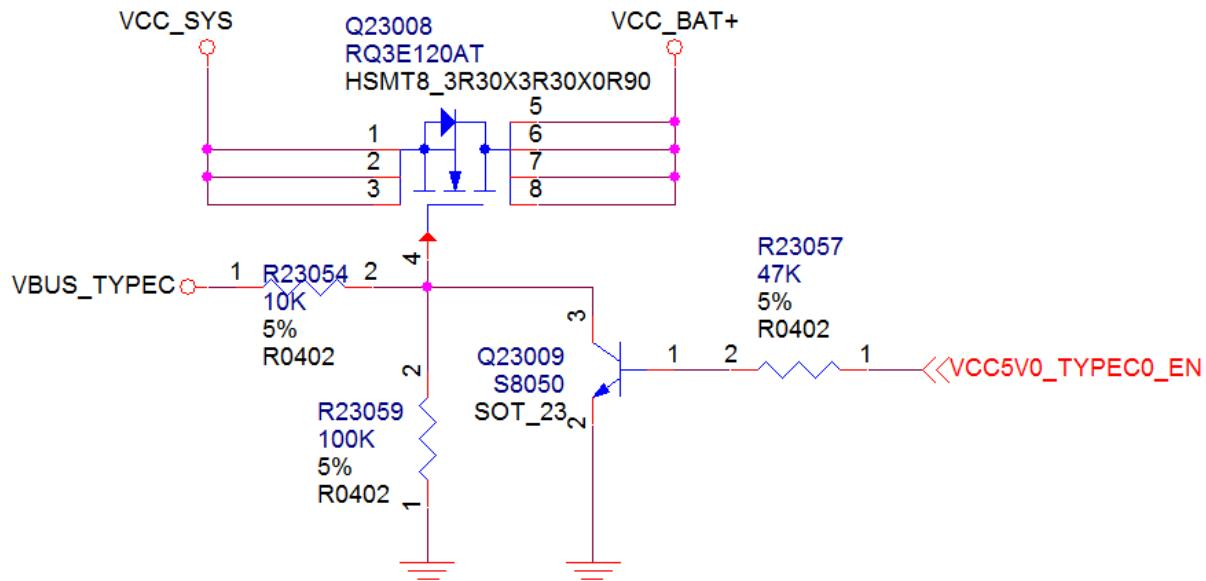

图 4-67 VBAT路径管理
- VBAT+, VCC_SYS走线以及换层到RK818-3时需考虑有3-5A的过电流能力，并且不能有太大的压降，都需做大电流处理，所以电源过孔孔径要够大并且数量够多。包括图4-67中的Q23008场管也是用来降低RK818-3内部PowerPath的阻抗，这样可以让主电源回路阻抗更小，充分发挥电池的性能。